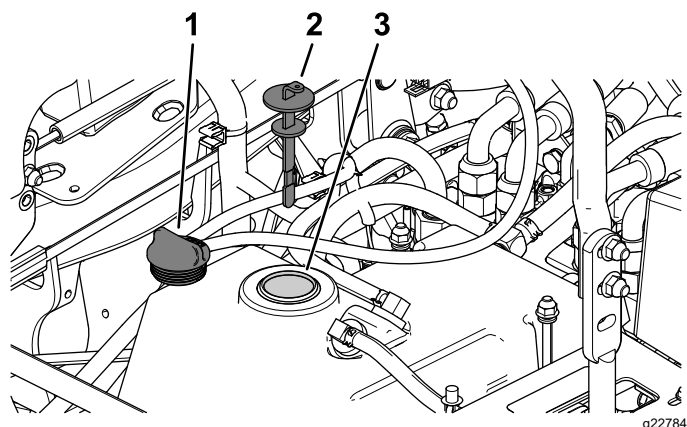

Рисунок 61
5. Зніміть кришку гідравлічного бачка (Рисунок 61).
6. Вийміть щуп і витріть його чистою ганчіркою (Рисунок 61).